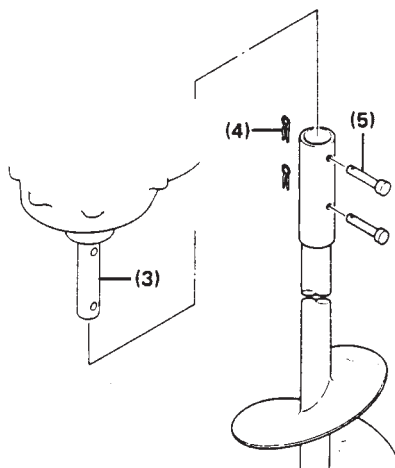

Fig. 2
- 3) Vid montering av vridborren, lägg ned motorn på marken. Stick in vridborren i drivaxeln. Låt Hålen i drivaxeln överlappa hålen i vridborren och tryck in fixeringsbultarna som kommer med som tillbehör i hålen. Lås fast bultarna genom att med en tång knäppa fast sprintarna. (Fig. 2)